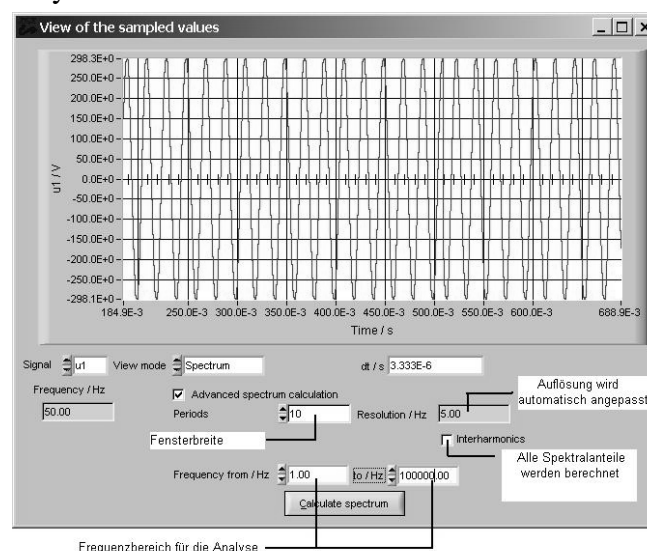

Abbildung 12-7. Vertiefte Vorbereitung der Spektralanalyse
- Man kann aber die DFT auch ab dem ersten Nulldurchgang des Fensters und über eine bestimmte Anzahl von Perioden laufen lassen. Dabei wird sichergestellt, daß die Grundfrequenz genau erfasst wird. Die Auflösung im Frequenzbereich errechnet sich aus der Fensterbreite. Interessiert man sich nur für die ganzzahligen Harmonischen, kann man die Berechnung von Zwischenharmonischen ausschalten (Abbildung 12-7). Dabei wird die Durchführung der DFT wesentlich schneller.
Für eine bessere Spektraldarstellung von zu analysierenden Signalen empfiehlt es sich, die zusätzlichen Parameter einzustellen. Nach dem Aktivieren von „Advanced spectrum calculation“ sind folgende Eingabelemente zugänglich, wie die Abbildung 12-7 zeigt: